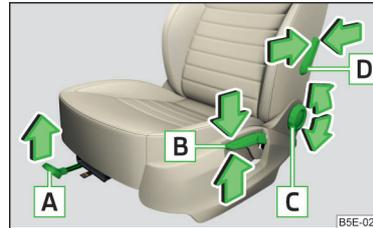

Abb. 69
**Bedienelemente am Sitz** » Abb. 69